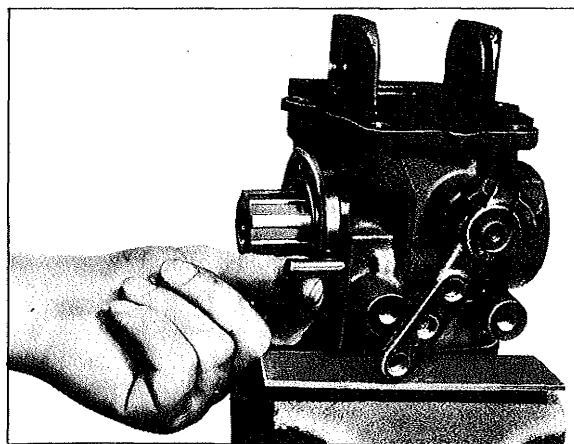

Fig. 64
2.6 Poser la rondelle de compensation choisie (23) dans l'alésage du boîtier. Introduire l'axe (39) dans le boîtier, l'épaule étant orientée vers l'extérieur (fig. 64). Enfoncer dans le couvercle la bague d'étanchéité (26), la lèvre d'étanchéité étant orientée vers l'intérieur du boîtier. Poser le joint (24) et visser le couvercle (25) sur le boîtier à l'aide des vis à tête hexagonale (33) en intercalant les rondelles élastiques (32) et bloquer. Veiller alors à ce que les alésages du boîtier et du couvercle, prévus pour le passage de l'huile, soient bien l'un au-dessus de l'autre. Le couple de serrage des vis à tête hexagonale (33) est de 70 N.m (7.0 kg.m).